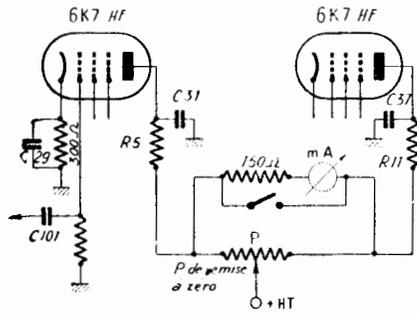

Figure 1
c) Le S-mètre sera branché entre les plaques des deux premières HF, la première étant sans AVC, la deuxième contrôlée par FAVC (fig. 1) ;